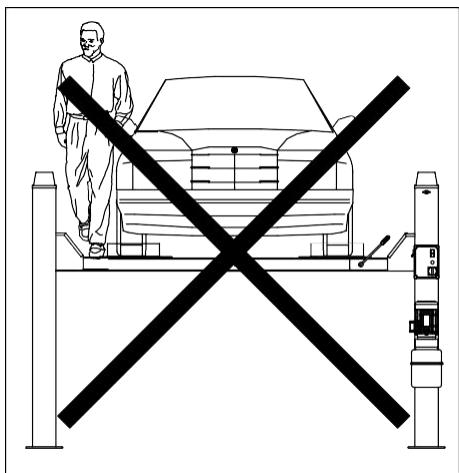

Рис. 17
- Убедитесь в отсутствии людей на платформах во время подъема и опускания и стоянки (Рис. 17).